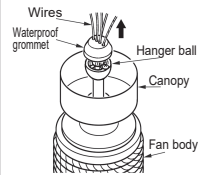

Fig.10
Paso 6: Enróllele los cables por el orificio de la cubierta impermeable y cóbrelo con la bola del colgador. (Fig. 10)